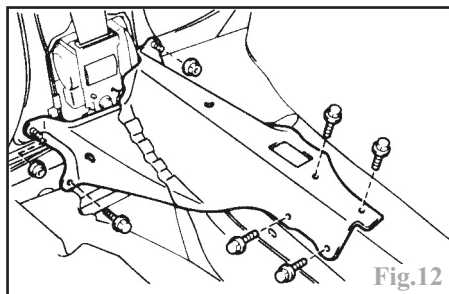

Fig.12
-les 5 vis et les 2 écrous, puis déposer le renfort de montant central et de plancher (Fig.12).